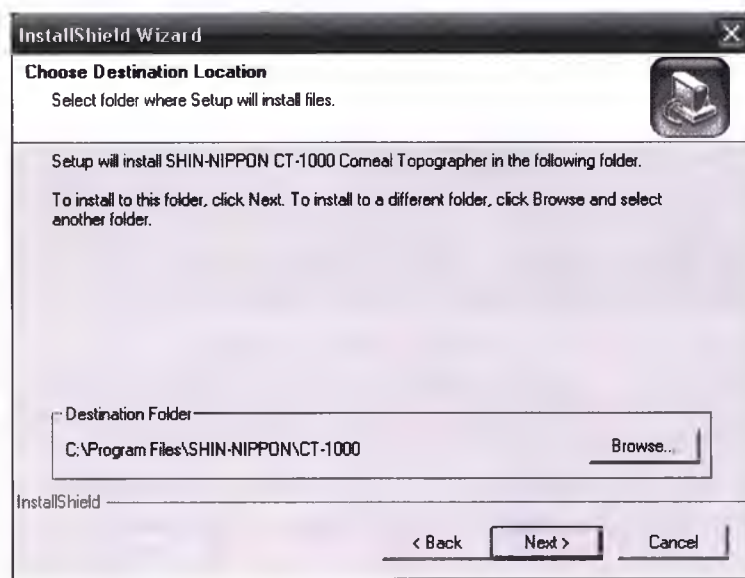

Рис.4
5. На экране появится окно выбора установочной директории. По умолчанию программа устанавливается в директорию **C:\Program Files\SHIN-NIPPON\CT-1000**. Если Вы хотите установить программу в эту директорию, щелкните мышкой на кнопке **Next**, в противном случае щелкните мышью на кнопке **Browse**, выберите другую директорию и после этого щелкните **Next** (рис.4)